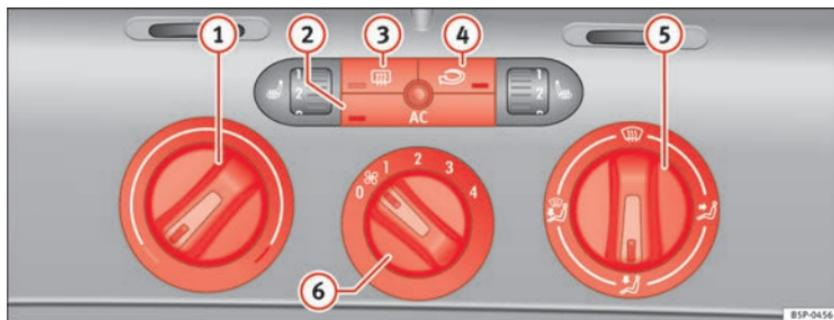

Fig. 127 Comandos do Climatic no painel de instrumentos
- Com os reguladores ⇒ fig. 127 1 e 5 e com o comando 6 é ajustada a temperatura, a distribuição do ar e o nível do ventilador.
- Ligar o climatizador com o botão ⇒ página 164, fig. 127 .